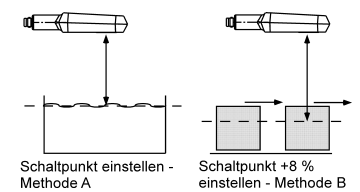

Abb. 3: Einstellung des Schaltpunktes bei unterschiedlicher Bewegungsrichtung des Objekts
- Für die Abtastung von Objekten, die seitlich in das Schallfeld eintreten, sollte die Teach-in-Prozedur »Schalt-punkt +8 % einstellen – Methode B« gewählt werden. Es wird ein um 8 % größerer Schaltpunkt als die tatsächliche Entfernung zum Objekt eingestellt. Dies stellt auch bei geringfügigen Höhenschwankungen der Objekte einen stabilen Schalt-punkt sicher, s. Abb.3.